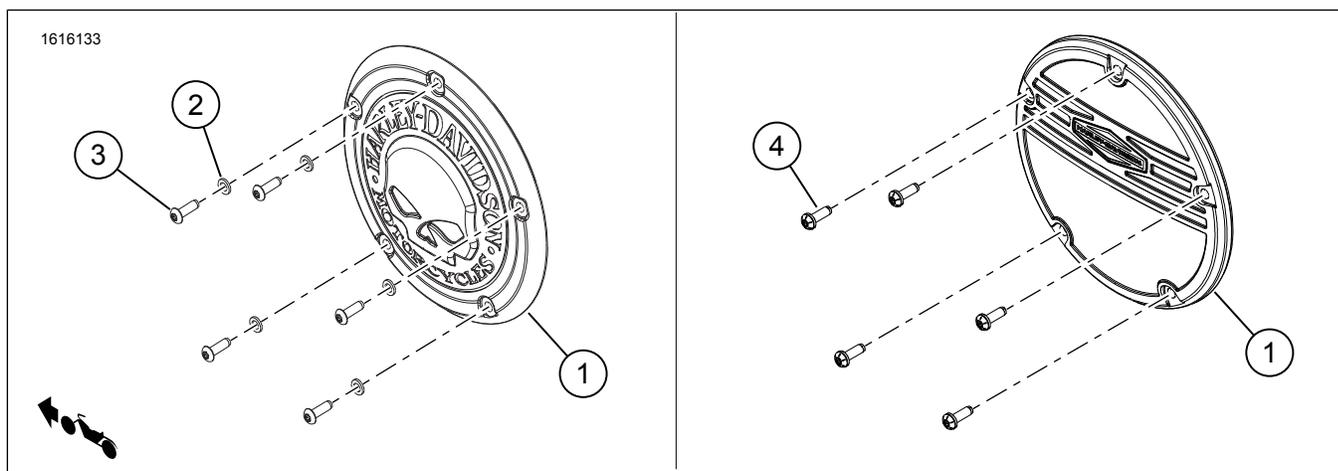
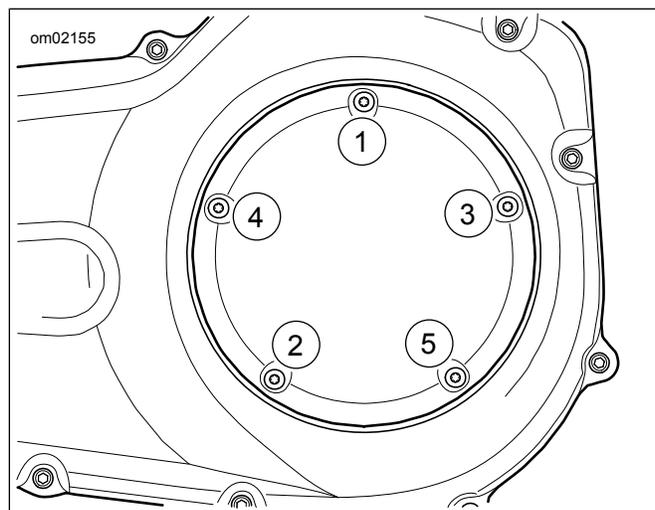

Figura 1. Contenuto del kit: Componenti del coperchio di accesso alla frizione
Figura 2. Sequenza di serraggio del coperchio della frizione
1. Vedere la figura 1. Installare il **nuovo** coperchio (1).
2. Installare le rondelle (2) e le viti (3).
3. Vedere la figura 2. Serrare le viti (3) secondo una sequenza a stella.
1. Vedere la figura 1. Applicare il frenafili alle filettature delle viti (4).
2. Installare il **nuovo** coperchio (1).
3. Installare le viti (4).
4. Vedere la figura 2. Serrare le viti (4) secondo una sequenza a stella.